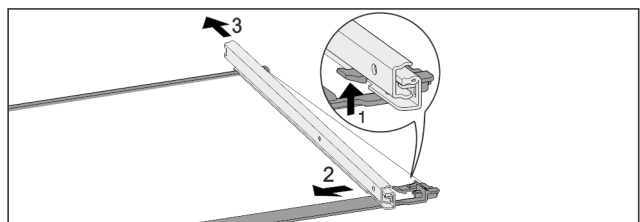

Fig. 186 Glasplatte mit Schienen
- ▶ Vorderen Rasthaken nach oben drücken. Fig. 186 (1)
- ▶ Auszugsschiene zur Seite Fig. 186 (2) und nach hinten Fig. 186 (3) wegschieben.